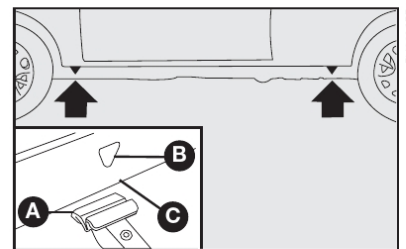

fig. 4
3) colocar o macaco onde está marcado o símbolo ▼ B-fig. 4, perto da roda a substituir, e certificar-se de que a ranhura A do macaco esteja bem encaixada na longarina C.